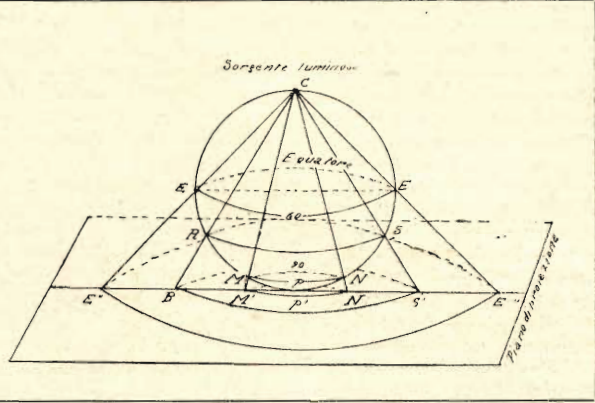

Fig. 2. — Proiezione stereografica.
b) *Proiezione stereografica*. La sorgente luminosa è posta in C (fig. 2). Questa proiezione è simile alla precedente e commette il medesimo errore, ma molto diminuito: tanto che anche i punti E e E' vengono proiettati sulla carta. Questa proiezione, pur commettendo un errore minore, non lo riduce ancora a trascurabile, perchè sempre un poco rilevante. Come si vede nel disegno, dove i segmenti $E''R > R'M' > M'P$ dovrebbero essere eguali e non lo sono.